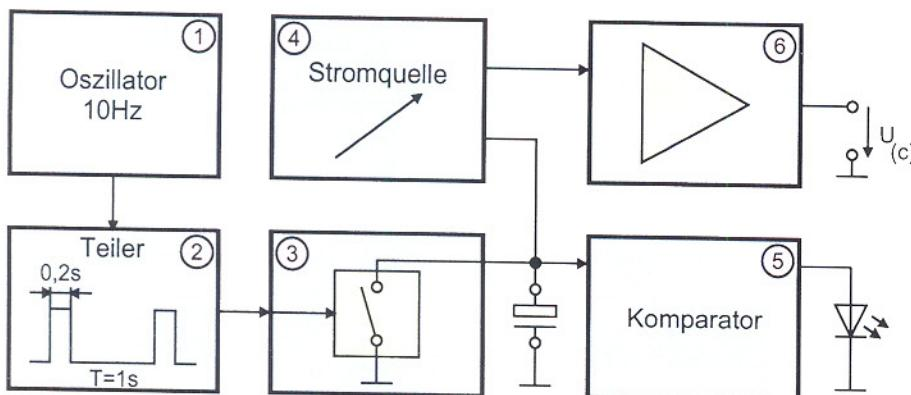

Bild 2: Blockschaltbild des Elko-Meßgerätes
Abbildung 2 zeigt das Blockschaltbild: Der Oszillator (1) erzeugt eine Frequenz von 10 Hz. Ein nachgeschalteter Teiler (2) legt das Timing der Schaltung fest: Zunächst erfolgt für 0,2 s eine Entladung durch Schließen des Schalters (3). Anschließend folgt die Ladung mit konstantem Strom, wobei der Ladestrom so gewählt wird, daß nach 0,8 s eine Spannung von 2 V erreicht wird. Die Einstellung des Ladestroms ermöglicht der Komparator (5). Sobald der Komparator kippt, hat die Spannung am Kondensator 2 V überschritten, und die LED beginnt zu blinken. Die Stromquelle (4) wird so eingestellt, daß die LED gerade nicht aufleuchtet. Am Ausgang des Verstärkers (6) steht der Skalenwert in Form einer Spannung an, um genaue Meßwerte mit Hilfe eines Multimeters zu erreichen.